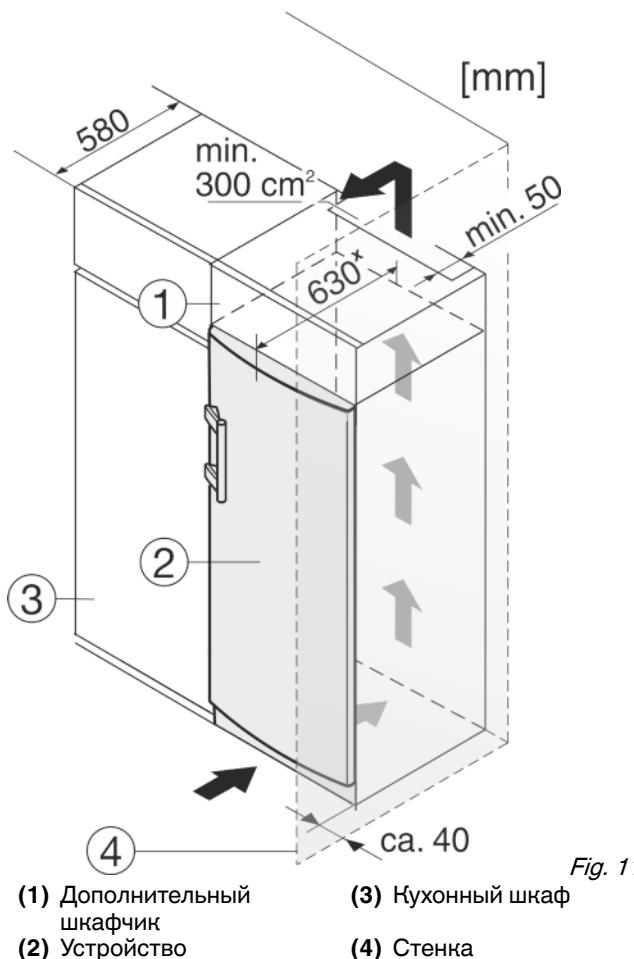

Fig. 11
(1) Дополнительный шкафчик
(2) Устройство
(3) Кухонный шкаф
(4) Стенка
Устройство может быть окружено кухонными шкафами. Чтобы уравнять устройство Fig. 11 (2) по высоте с кухонной стенкой, можно установить над устройством дополнительный шкафчик Fig. 11 (1).
При комбинировании с кухонными шкафами (глубина макс. 580 мм) устройство можно установить непосредственно рядом с кухонным шкафом Fig. 11 (3). Устройство выступает сбоку на 34 мм^x и по центру на 50 мм^x относительно передней стенки кухонного шкафа.
Если устройство установлено на шарнирах у стены Fig. 11 (4), то расстояние между устройством и стеной должно быть не менее 40 мм. Настолько выступает ручка при открытой дверце.